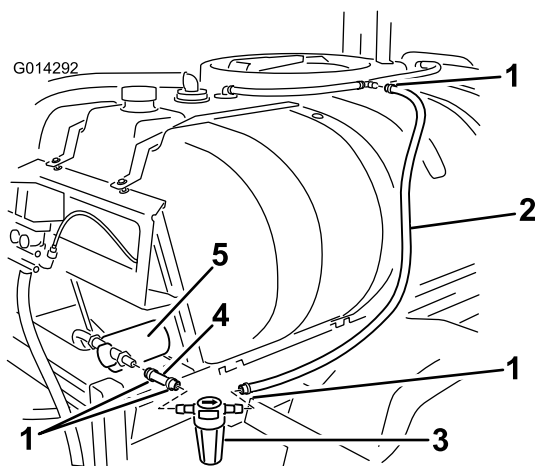

图22
5. 将软管装在之前已安装完毕的三通接头的开口端 (图22)。